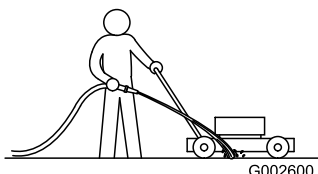

Рисунок 18
3. При работающем двигателе и включенном ноже направьте струю воды перед **правым** задним колесом (Рисунок 18).